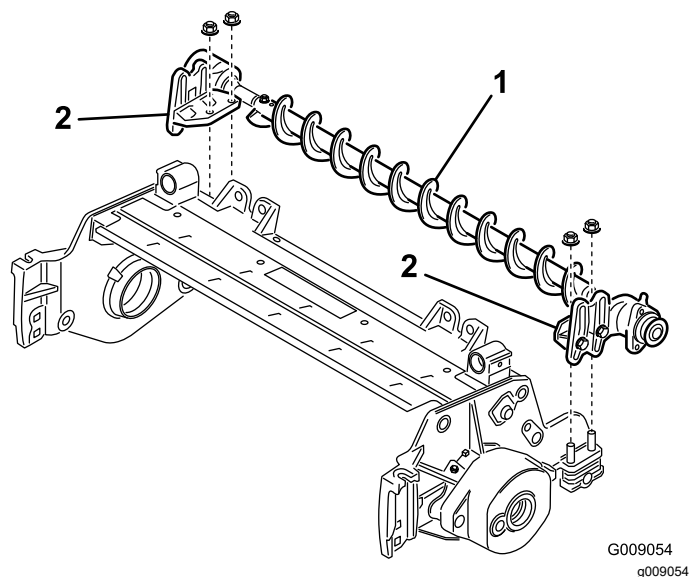

Рисунок 8
8. Поместите монтажные кронштейны узла щетки катка на болты кронштейна катка (Рисунок 8). Прикрепите монтажные кронштейны узла щетки к боковым пластинам режущего блока, используя снятые ранее гайки.